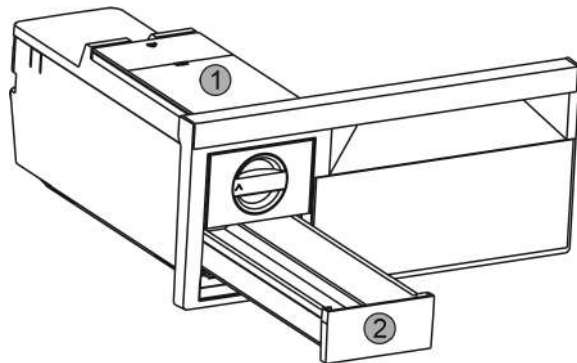

Fig. 38
- ▶ Зняти бак для води *Fig. 38 (1)* та висувний ящик для виробництва кубиків льоду *Fig. 38 (2)*.